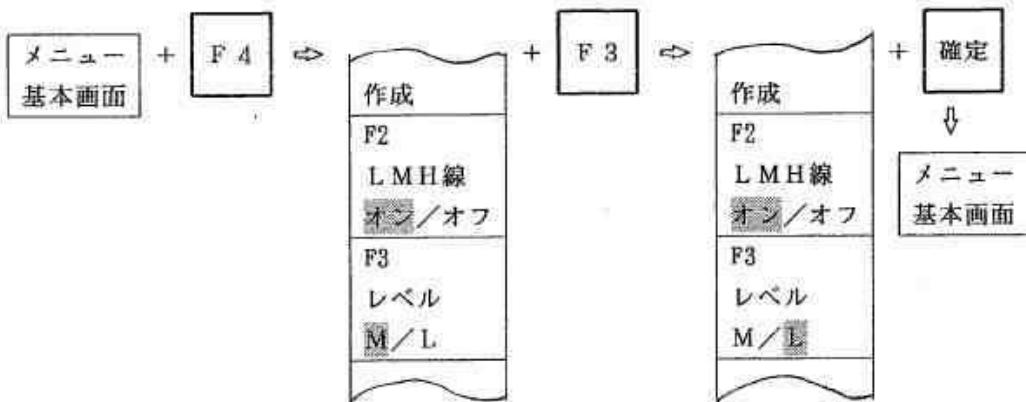

図9.3.11 M検出レベルからL検出レベルへの切替えの手順
- ① 選択キー[F4]を1回押すと図9.3.11の選択メニューが表示されます。このメニューの[F3]の項を見ると、[M]の部分にカーソルがあります。
- ② [L]に切り替える場合には、選択キー[F3]を1回押します。カーソルが[L]に移りますからそれを確認して確定キーを1回押します。